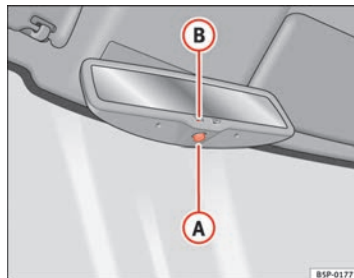

Fig. 85 Rétroviseur intérieur avec réglage automatique de position anti-éblouissement.
- Appuyez sur la touche (A) ⇒ fig. 85. Le témoin (B) s'éteint.
- Appuyez sur la touche (A) ⇒ fig. 85. Le témoin s'allume.